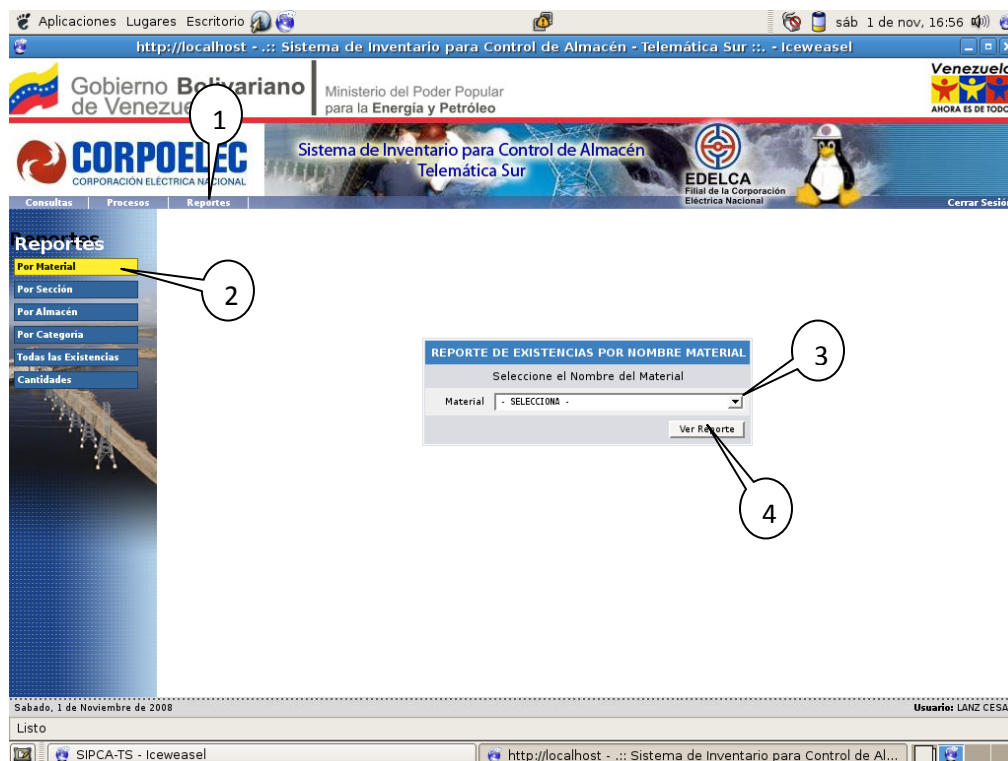

Figura 6.1 Selección de Clave para Reporte.
la clave del detalle para generar el reporte (3). Por ejemplo, si queremos realizar un reporte sobre “Discos duros de 80GB”, se debe seleccionar obviamente el reporte por material, luego seleccionar en la lista de materiales el nombre de “DISCO DURO DE 80GB”, y luego presionamos el botón “Ver Reporte” (4); Igualmente con las otras opciones de generación de reportes por sección, por almacén y por categoría. Además de estos también tenemos la opción de generar un reporte de absolutamente de todas las existencias que posee del departamento. Ver figura 6.1.